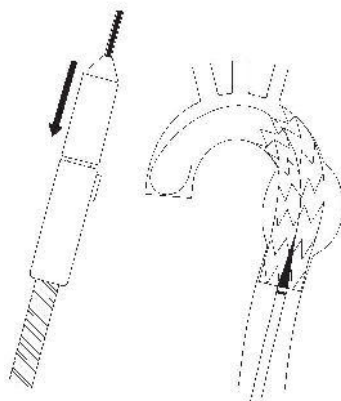

Рис. 11 Оттянуть наконечник
- ♦ Удерживая направляющий захват системы доставки в неподвижном состоянии, разблокировать спусковой крючок и потянуть назад передний захват, чтобы наконечник вернулся к дистальному концу выходящей системы интродьюсера. (Рис.11)